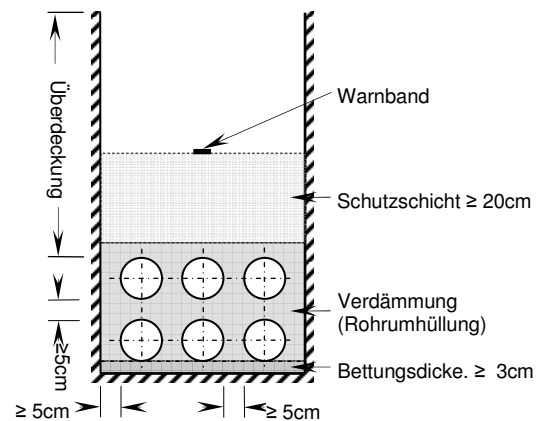

Bild 13
- Bei mehrlagigen Rohrblöcken hat der Abstand zwischen den Lagen mindestens 5 cm zu betragen (Bild 13).